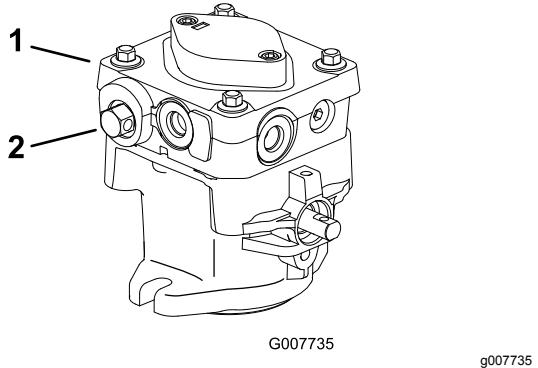

Figura 14
3. Abra as válvulas de derivação rodando-as no sentido contrário ao dos ponteiros do relógio 1 a 2 vezes (Figura 14).